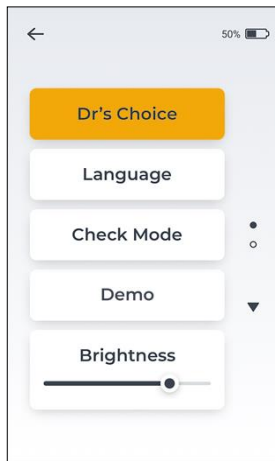
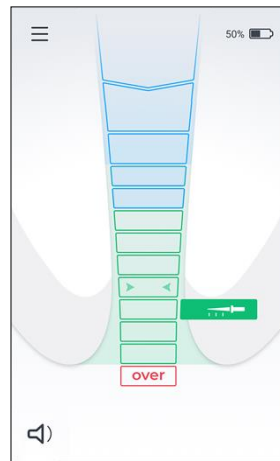

Fig. 12
Fig. 13
- Entre no menu Definições e toque na opção Dr's Choice - ver Fig. 12. A indicação "Dr's Choice" ficará cor de laranja enquanto estiver ativada e a linha apical Dr's Choice aparecerá no ecrã - ver Fig. 13.
- Para desativar a linha apical Dr's Choice, vá ao menu de definições e desactive a Dr's Choice tocando na opção Dr's Choice - ver Fig. 12.